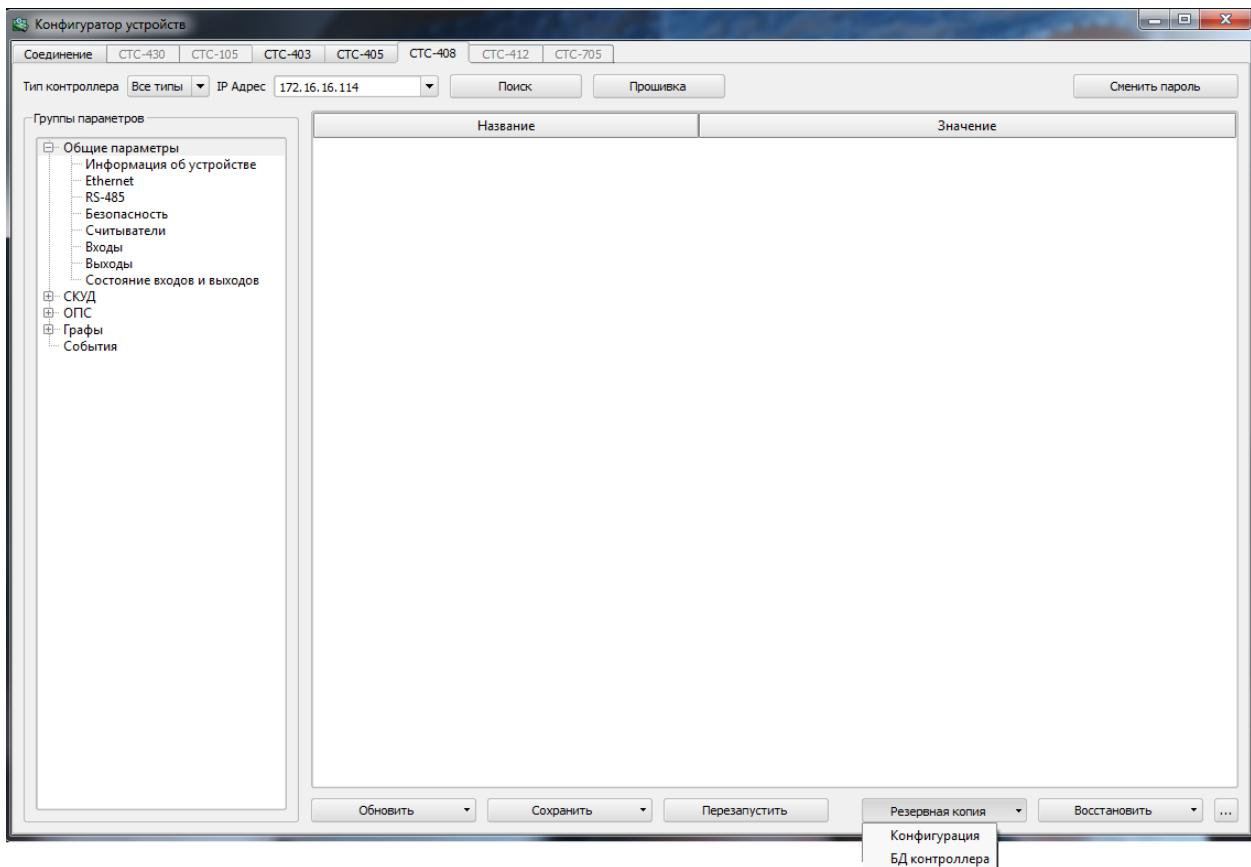

Рисунок 7
- «Резервная копия» – позволяет сохранить редактируемую конфигурацию или базу данных контроллера (все параметры и графы) в виде отдельного файла в указываемом пользователем месте на жестком диске (рисунок 7);